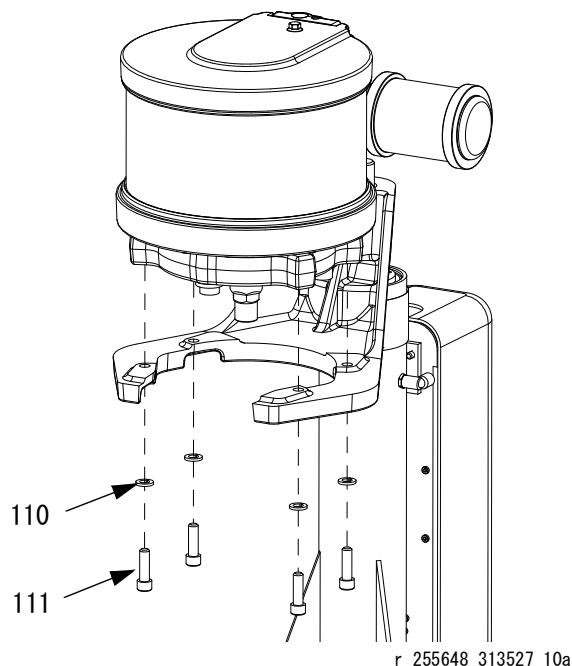

図 28
1. ネジ（111）およびワッシャ（110）を使用してモーターを取り付け板に取り付けます。図 28 を参照してください。